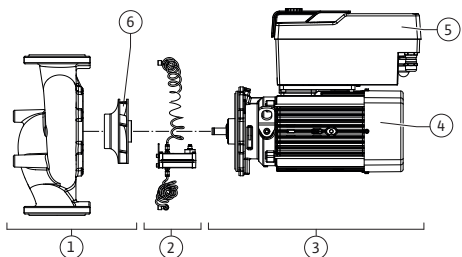

Fig. 3: Grupos constructivos funcionales
**Grupos constructivos funcionales (Fig. 3)**